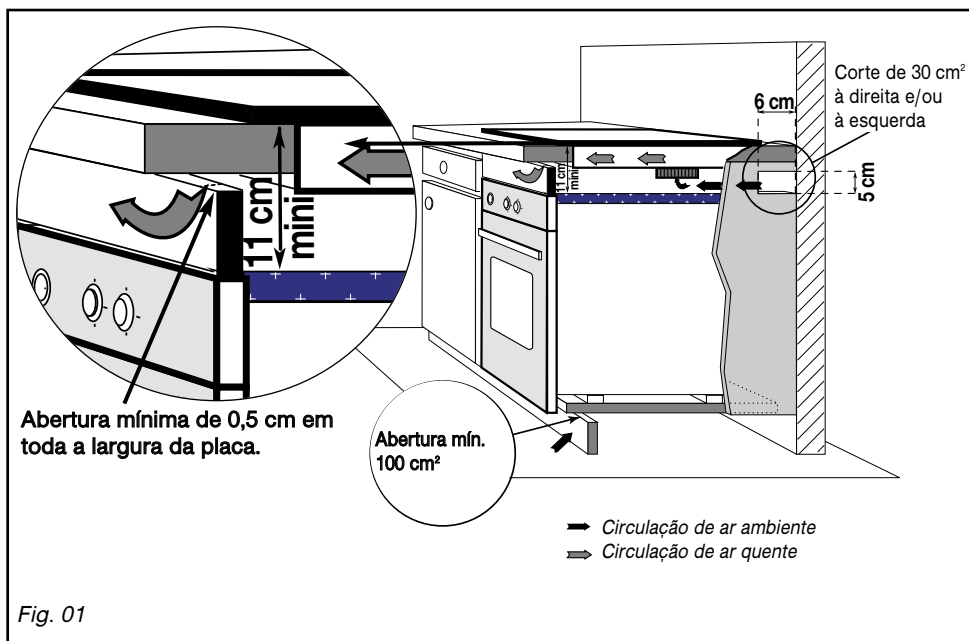

Fig. 01
– Por cima de um forno (Fig. 01)